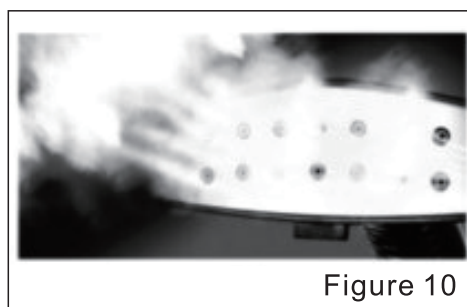

Figure 10
- ⑨ Ouvrez l'interrupteur en tournant, l'indicateur s'allume, cela indique le bon fonctionnement de l'appareil. Après environ 43 secondes de temps de chauffe, l'unité commencera à produire une vapeur de la buse de vapeur, vous pouvez repasser des vêtements, voir la figure 10.